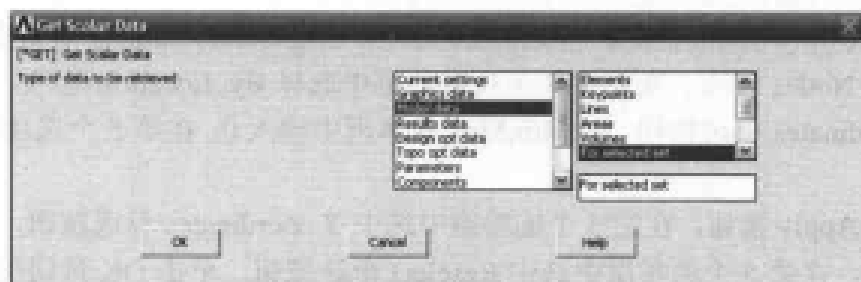

图 12-18 获取参量信息对话框
(9) 选择 Utility Menu | Get Scalar Data 命令, 出现 Get Scalar Data 对话框。参照图 12-18 对其进行设置。
(11) 选择 Utility Menu | Select | Entities 命令, 出现 Select Entities 对话框。在第 1 个下拉列表框中选择 Nodes 选项, 在第 2 个下拉列表框中选择 By Location 选项, 在第 3 个选项组中选中 X coordinates 单选按钮, 在 Min,Max 文本框中输入 0.02, 在第 5 个选项组中选中 From Full 单选按钮。
(12) 单击 Apply 按钮, 在第 3 个选项组中选中 Y coordinates 单选按钮, 在 Min,Max 文本框中输入 0.1, 在第 5 个选项组中选中 Reselect 单选按钮, 单击 OK 按钮关闭该对话框。
(13) 选择 Utility Menu | Get Scalar Data 命令, 出现 Get Scalar Data 对话框, 参照图 12-18 对其进行设置, 单击 OK 按钮, 出现 Get Data for Selected Entity Set 对话框, 在 Name of parameter to be defined 文本框中输入 NODE2, 在 Data to be retrieved 列表框中选择 Current node set Highest node num 选项, 单击 OK 按钮关闭该对话框。
(14) 选择 Utility Menu | Select | Entities 命令, 出现 Select Entities 对话框。在第 1 个下拉列表框中选择 Nodes 选项, 在第 2 个下拉列表框中选择 By Location 选项, 在第 3 个选项组中选中 X coordinates 单选按钮, 在 Min,Max 文本框中输入 0, 在第 5 个选项组中选中 From Full 单选按钮。
(15) 单击 Apply 按钮, 在第 3 个选项组中选中 Y coordinates 单选按钮, 在 Min,Max 文本框中输入 0.1, 在第 5 个选项组中选中 Reselect 单选按钮, 单击 OK 按钮关闭该对话框。
(16) 选择 Utility Menu | Get Scalar Data 命令, 出现 Get Scalar Data 对话框, 参照图 12-18 对其进行设置, 单击 OK 按钮, 出现 Get Data for Selected Entity Set 对话框, 在 Name of parameter to be defined 文本框中输入 NODE3, 在 Data to be retrieved 列表框中选择 Current node set Highest node num 选项, 单击 OK 按钮关闭该对话框。
(17) 选择 Utility Menu | Select | Entities 命令, 出现 Select Entities 对话框。在第 1 个下拉列表框中选择 Nodes 选项, 在第 2 个下拉列表框中选择 By Location 选项, 在第 3 个选项组中选 X coordinates 单选按钮, 在 Min,Max 文本框中输入 0, 在第 5 个选项组中选 From Full 单选按钮。
(18) 单击 Apply 按钮, 在第 3 个选项组中选 Y coordinates 单选按钮, 在 Min,Max 文本框中输入 0.05, 在第 5 个选项组中选 Reselect 单选按钮, 单击 OK 按钮关闭该对话框。
(19) 选择 Utility Menu | Get Scalar Data 命令, 出现 Get Scalar Data 对话框。参照图 12-18 对其进行设置, 单击 OK 按钮, 出现 Get Data for Selected Entity Set 对话框, 在 Name of parameter to be defined 文本框中输入 NODE4, 在 Data to be retrieved 列表框中选择 Current node set Highest node num 选项, 单击 OK 按钮关闭该对话框。
(20) 选择 Utility Menu | Select | Entities 命令, 出现 Select Entities 对话框。在第 1 个下拉列表框中选择 Nodes 选项, 在第 2 个下拉列表框中选择 By Location 选项, 在第 3 个选项组中选 X coordinates 单选按钮, 在 Min,Max 文本框中输入 0.02, 在第 5 个选项组中选 From Full 单选按钮。
(21) 单击 Apply 按钮, 在第 3 个选项组中选 Y coordinates 单选按钮, 在 Min,Max 文本框中输入 0.05, 在第 5 个选项组中选 Reselect 单选按钮, 单击 OK 按钮关闭该对话框。
(22) 选择 Utility Menu | Get Scalar Data 命令, 出现 Get Scalar Data 对话框。参照图 12-18 对其进行设置, 单击 OK 按钮, 出现 Get Data for Selected Entity Set 对话框, 在 Name of parameter to be defined 文本框中输入 NODE5, 在 Data to be retrieved 列表框中选择 Current node set Highest node num 选项, 单击 OK 按钮关闭该对话框。